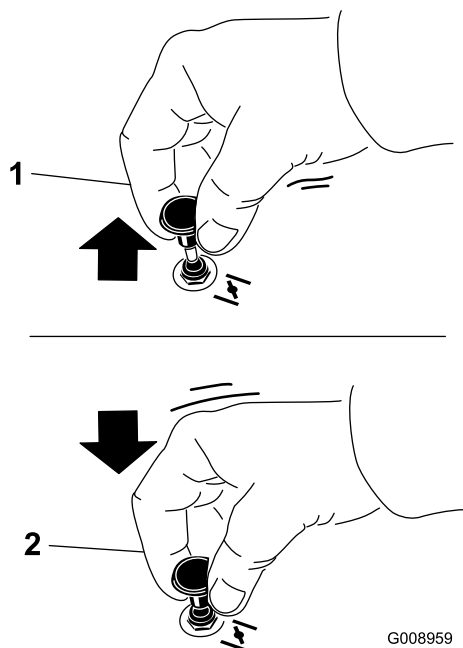

Рисунок 22
1. Потяните вверх ручку воздушной заслонки, чтобы закрыть ее перед включением зажигания (**Рисунок 22**).
2. После запуска двигателя нажмите вниз на ручку воздушной заслонки, чтобы открыть заслонку (**Рисунок 22**).